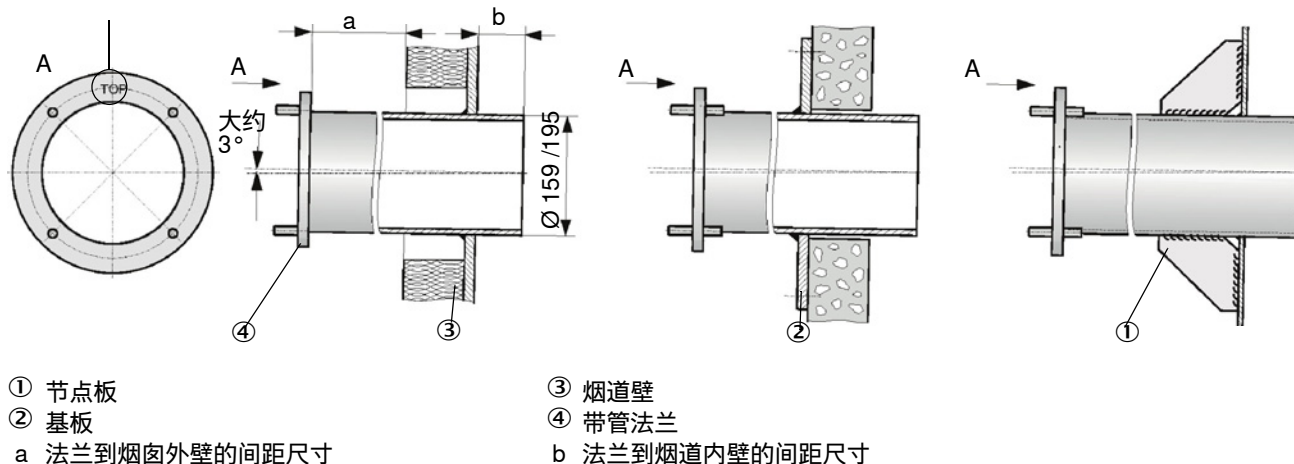

图 10: 安装带管法兰
- 5 焊接带管法兰, 砖石或混凝土烟道焊接在基板上, 薄壁烟道要使用节点板 (参见图 10)。